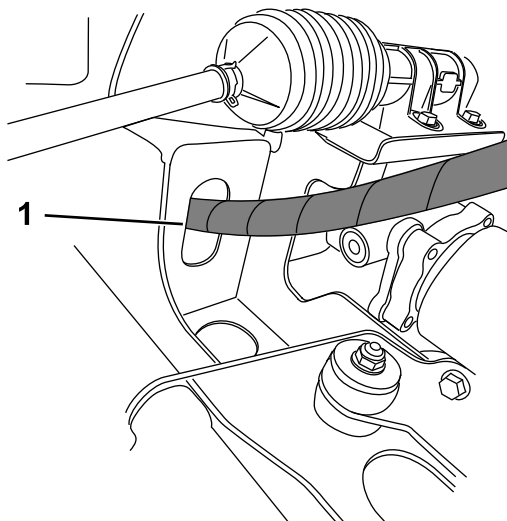

Figura 16
1. Encaminhe o tubo de sucção da parte frontal da máquina até à traseira junto à zona do compressor (Figura 16 e Figura 17).